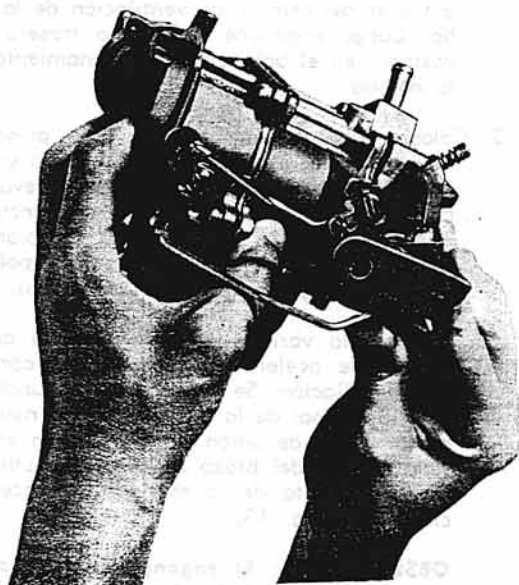

Fig. 16. - Ajustes de la leva de funcionamiento rápido de la marcha lenta.
2. Luego cierre la mariposa de aceleración. La marca de ajuste de la citada leva debe coincidir justo con el tornillo de regulación de funcionamiento rápido de marcha lenta. (Ver Fig. 16).